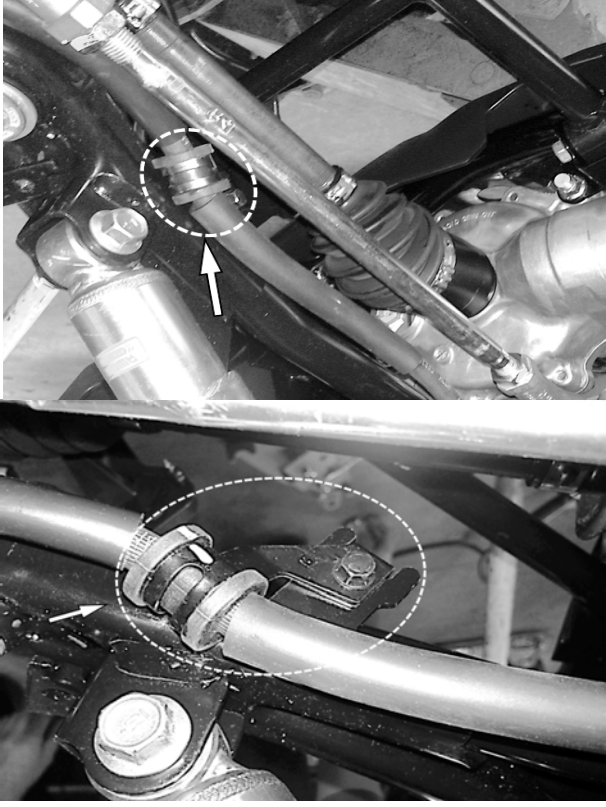

Fig. 15
4. Interchanger les brides (B) des deux côtés. Voir la Fig. 15